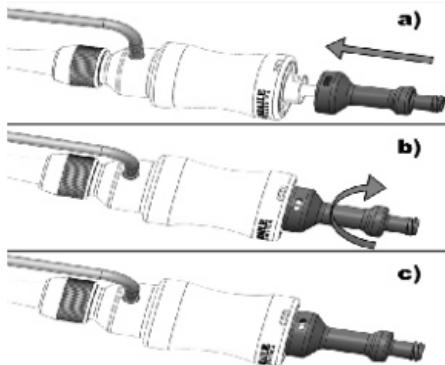

Figura 17:
C.8. Inserir completamente o dilatador pelo lúmen do hub da bainha expansível e travar os dois dispositivos, conforme Figura 17.